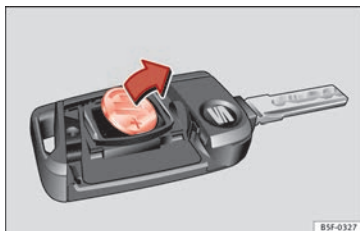

Fig. 133 Chiave del veicolo: estrarre la batteria.
- Estrarre la batteria dal vano con un oggetto fino adatto » **fig. 133.**
- Collocare la nuova batteria come illustrato » **fig. 133** e inserirla nel vano batteria nella direzione contraria a quella indicata dalla freccia » **❷.**